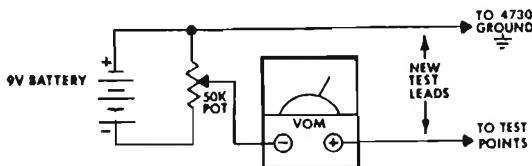

figura 6
- 2) Materiale occorrente per la taratura: un voltmetro digitale o comunque un voltmetro che, senza dovere scambiare i punti, sia capace di leggere sia tensioni negative che positive. Se non ce lo avete, regolatevi come in figura 6.